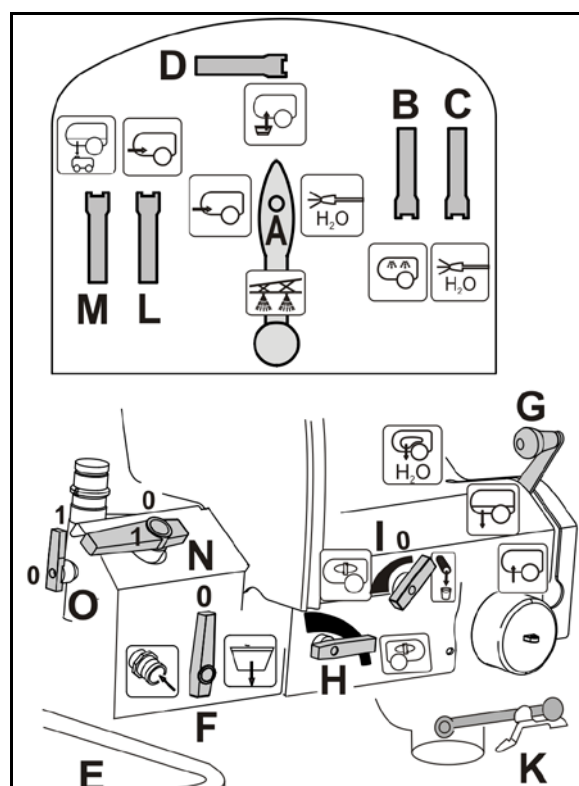

Fig. 147
Rengør sugefilteret (Fig. 147) dagligt efter rengøringen af marksprøjten.
1. Løsn sugefilterets dæksel (Fig. 147/2).
2. Tag dæksel og sugefilter (Fig. 147/3) af og rengør disse med vand.